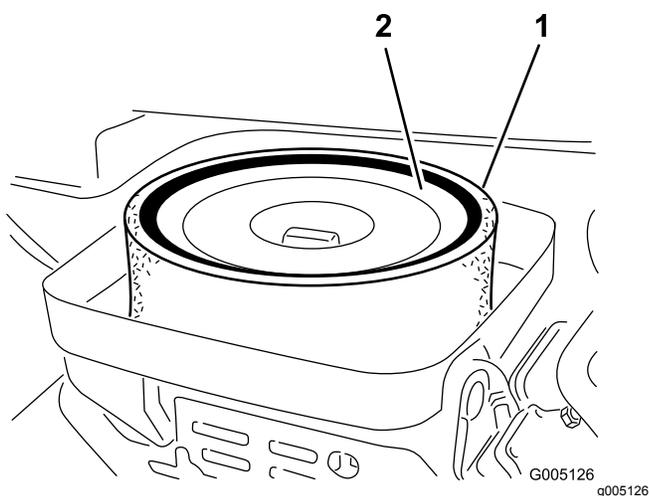

Рисунок 31
3. Снимите барашковую гайку крепления элементов к корпусу воздухоочистителя (Рисунок 31).
4. Если элемент из пеноматериала загрязнен, снимите его с бумажного элемента (Рисунок 31). Тщательно очистите его следующим образом: